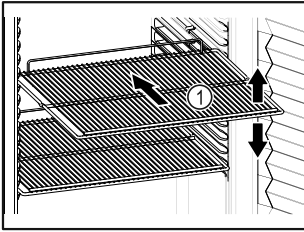

Fig. 57
- Wenn Abstellroste Fig. 57 (1) versetzbar sind, je nach Höhe anpassen.